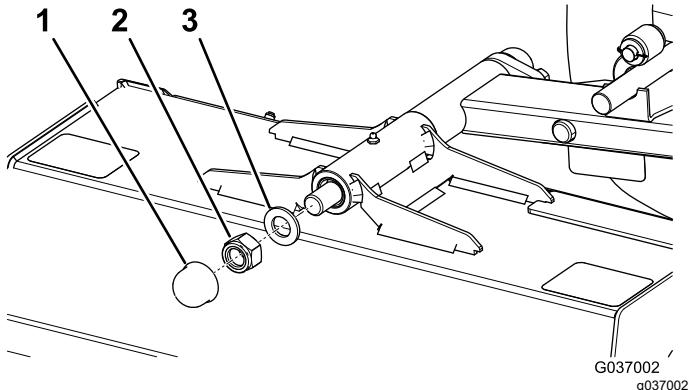

Bild 76
4. Entfernen Sie die Kappe und die Mutter (M24) und Scheibe von der Gelenkwelle (Bild 76).
5. Setzen Sie die Scheibe und die Sicherungsmutter (M24) ein und ziehen Sie die Sicherungsmutter fest (Bild 76).